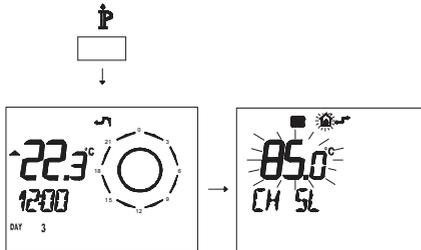

Figura 5.41
- Pulse durante más de 3 segundos el botón **P** para entrar en la modalidad **INFO** (Figura 5.41).